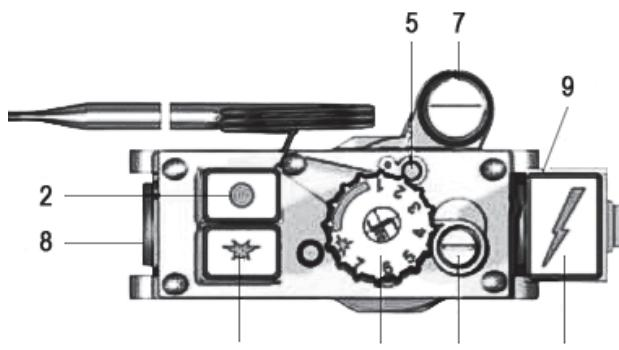
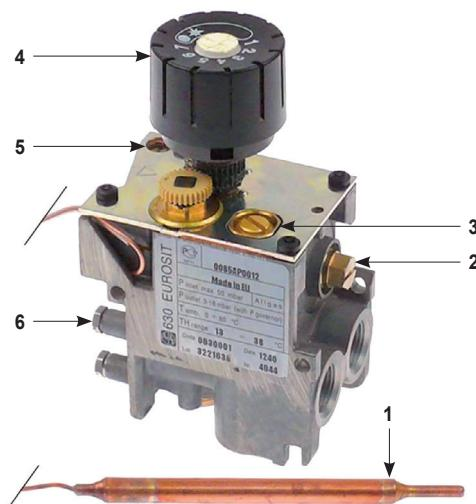

Рис. 10. Газовый блок 710 MINISIT
Рис. 11. Газовый блок 630 EUROSIT
ВНИМАНИЕ! ДЛЯ ПОВТОРНОГО РОЖИГА КОТЛА С ГАЗОВЫМ БЛОКОМ 630 EUROSIT НЕОБХОДИМО УСТАНОВИТЬ РУЧКУ В ПОЛОЖЕНИЕ «ОТКЛЮЧЕНО» (СМ. РИС. 10), А ТОЛЬКИ ЗАТЕМ ПОВЕРНУТЬ РУЧКУ ГАЗОВОГО БЛОКА В ПОЛОЖЕНИЕ «РОЖИГ».
- Медленно повернуть ручку управления (рис. 10, 11 поз. 4) по часовой стрелке в положение минимальной мощности (близко к положению выключения основной горелки) и в этом положении минимального расхода контролировать давление газа на выходе, которое должно быть не менее 3,5 мбар (350 Па). При необходимости произвести корректировку. При повороте винта настройки (рис. 11 поз. 3) на 630 EUROSIT или (рис. 10 поз. 6) на 710 MINISIT против часовой стрелки давление газа увеличивается.
- После проверки и настройки выходного давления при минимальном расходе, перевести ручку управления (рис. 10, 11 поз. 4) в положение «7».
- Контролировать давление газа на выходе, которое должно быть в диапазоне 9-10 мбар (900-1000 Па). При необходимости произвести корректировку. При повороте винта настройки (рис. 11 поз. 2) на 630 EUROSIT или винта под заглушкой (рис. 10 поз. 7) на 710 MINISIT по часовой стрелке давление газа увеличивается.